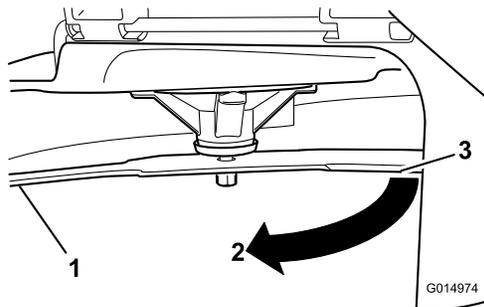

Figure 47
3. Seconde distance mesurée entre la lame et la surface (B)
4. Tournez la même lame de 180 degrés pour amener l'autre tranchant à la même position (Figure 47).